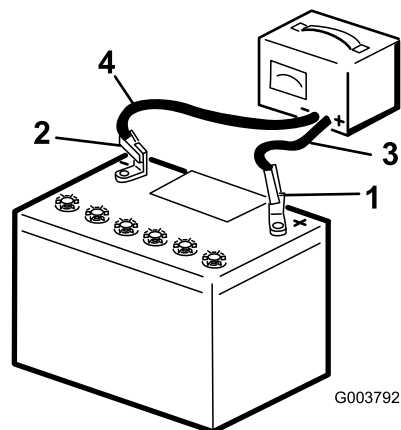

Рисунок 39
3. Заряжайте аккумулятор в течение 10-15 минут током 25-30 Ампер, или 30 минут током 4-6 Ампер (Рисунок 39). Не допускайте избыточного заряда аккумулятора.
4. После полного заряжения аккумулятора отсоедините зарядное устройство от электророзетки и штырей аккумулятора (Рисунок 39).